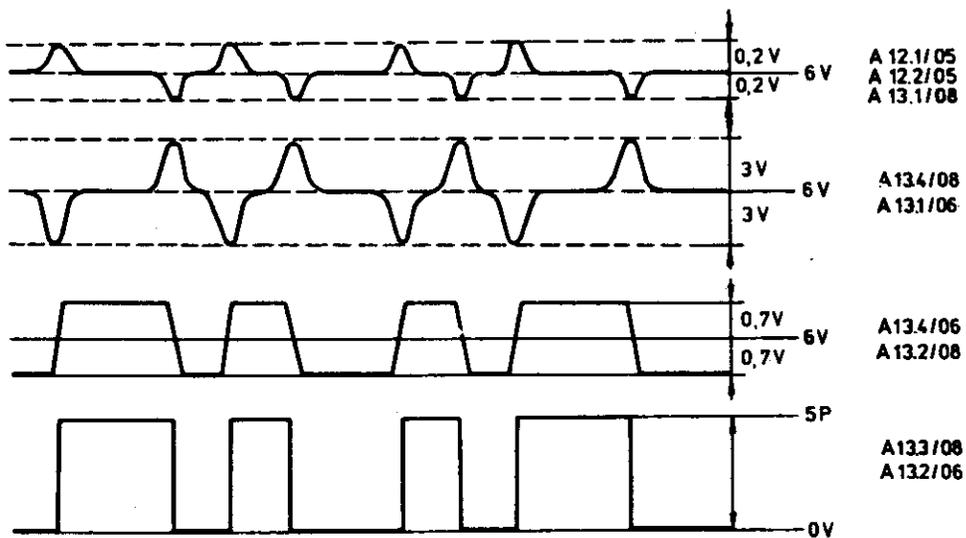

Abb. 5
5. Wiedergabeverstärker (Abb. 5 und 6)